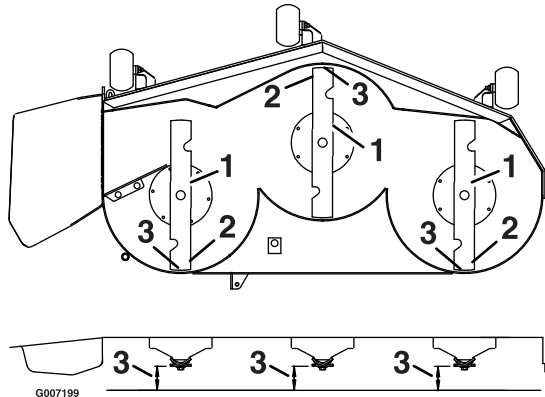

Bild 63
3. Drehen Sie die Messer vorsichtig, sodass sie in Längsrichtung zeigen (Bild 63).
4. Messen Sie zwischen der Messerspitze vorne und hinten und der ebenen Fläche (Bild 63). Wenn die vordere Messerspitze nicht 1,6 bis 7,9 mm niedriger als die hintere Messerspitze ist, machen Sie mit den Schritten zum Nivellieren des Mähwerks weiter.